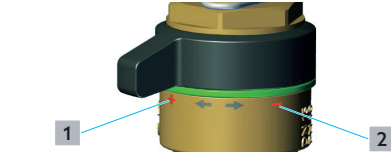

Fig. 3: Position de la poignée ouverte / fermée
- 5 Insérer le robinet dans la tôle de maintien par l'avant. Aligner le robinet de manière à ce que le marquage de la position de la poignée (voir Fig. 3) soit bien lisible.
- 2 Placer le robinet dans la tôle de maintien. Aligner le robinet de manière à ce que le marquage de la position de la poignée (voir Fig. 3) soit bien lisible.